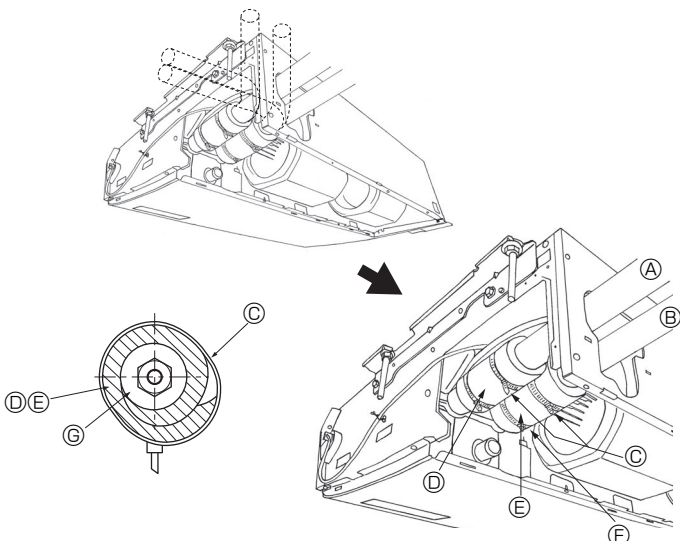

Fig. 4-3
4.3. เครื่องภายในอาคาร (Fig. 4-3)